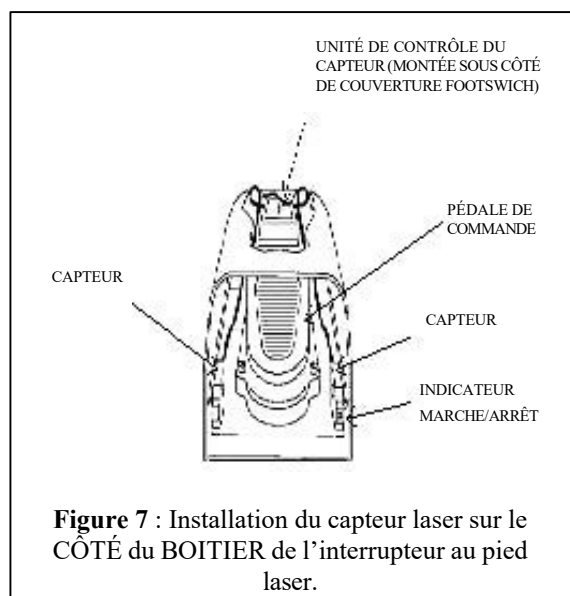

Figure 7 : Installation du capteur laser sur le CÔTÉ du BOÎTIER de l'interrupteur au pied laser.
3. Placez l'interrupteur au pied laser sur une surface de travail facilement accessible (Figures 7 et 8).